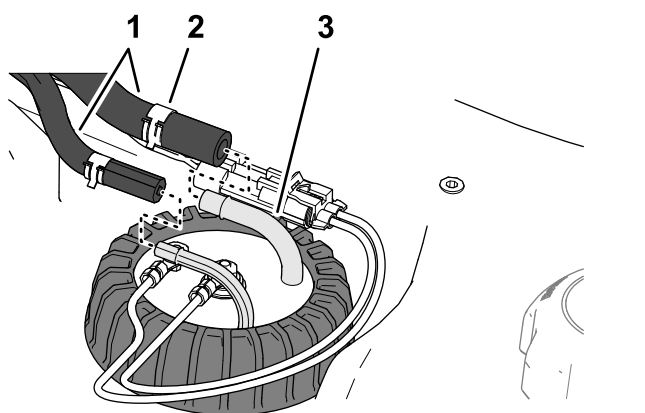

Рисунок 97
5. Установите шланг на штуцеры датчика уровня топлива и прикрепите шланги к штуцерам с помощью зажимов (Рисунок 97).